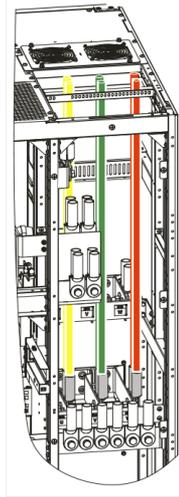

Figura 3-20 Cableado de salida CA del UPS-IND HF 13300 y 13400
- Conecte los cables de salida. Introduzca los cables de salida en el hueco de cableado en la parte superior del UPS y conéctelos al terminal de cableado correspondiente. Los terminales de entrada son como se muestran en la figura 3-20.